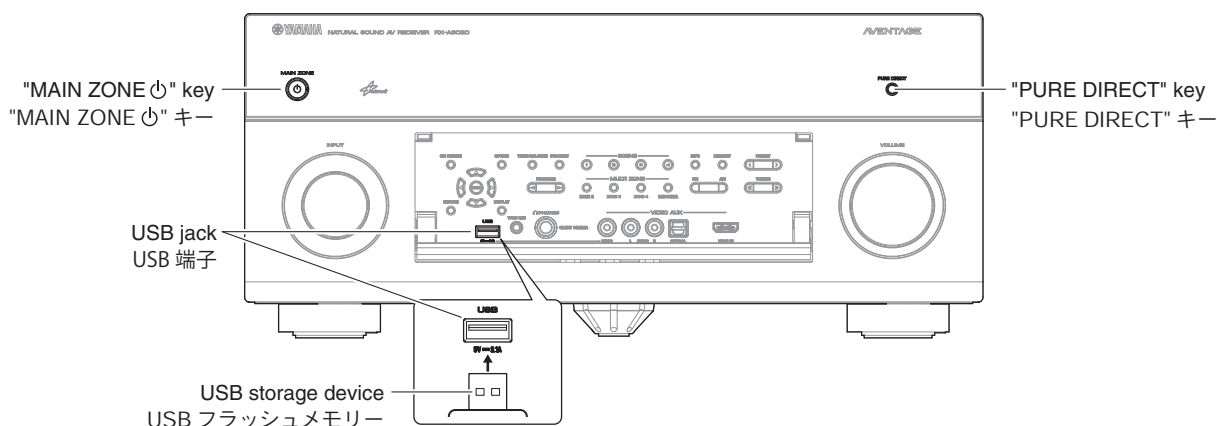

Fig. 1
1. Insert the USB storage device to the USB jack. (Fig. 1)
2. While pressing the "PURE DIRECT" key, connect the power cable to the AC outlet. (Fig. 1)
1. USB 端子に USB フラッシュメモリーを差し込みます。(Fig. 1)
2. "PURE DIRECT" キーを押しながら、電源コードを AC コンセントに接続します。(Fig. 1)
5. Press the "MAIN ZONE 0" key to turn off the power. (Fig. 1)
6. Remove the USB storage device from the USB jack. (Fig. 1)
5. "MAIN ZONE 0" (電源) キーを押して電源を切ります。(Fig. 1)
6. USB 端子から USB フラッシュメモリーを抜きます。(Fig. 1)